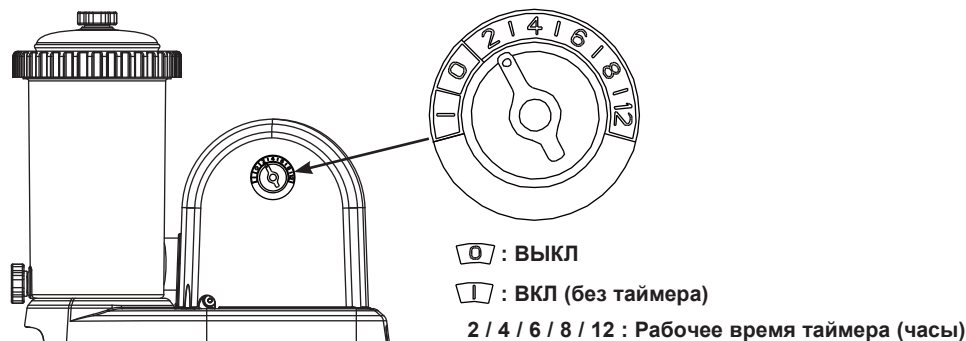

Рис. 10
4. Давление воды позволит воздуху, зажатому внутри пройти через выпускные клапан (2). Когда весь воздух выйдет, вода начнет выходить через клапан. Плотно закройте клапан по часовой стрелке.
- А. Подключите кабель питания к розетке электросети и установите регулятор таймера на нужное количество рабочих часов. **Смотрите рис.10.** Ознакомьтесь с «Таблицей рекомендуемого времени эксплуатации», в которой указано требуемое количество часов для бассейнов всех размеров.